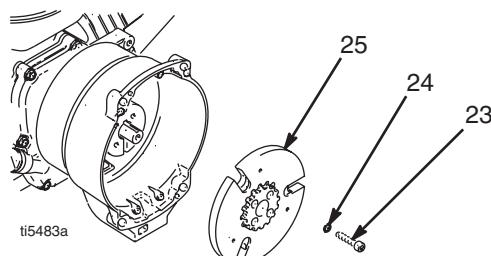

Рис. 7
8. Рис. 7. Используйте ударный гайковёрт либо вклиньте что-нибудь между каркасом сцепления (25) и картером сцепления, чтобы удержать вал мотора в процессе демонтажа.
9. Отверните четыре винта (23) и шайбу Гровера (24).